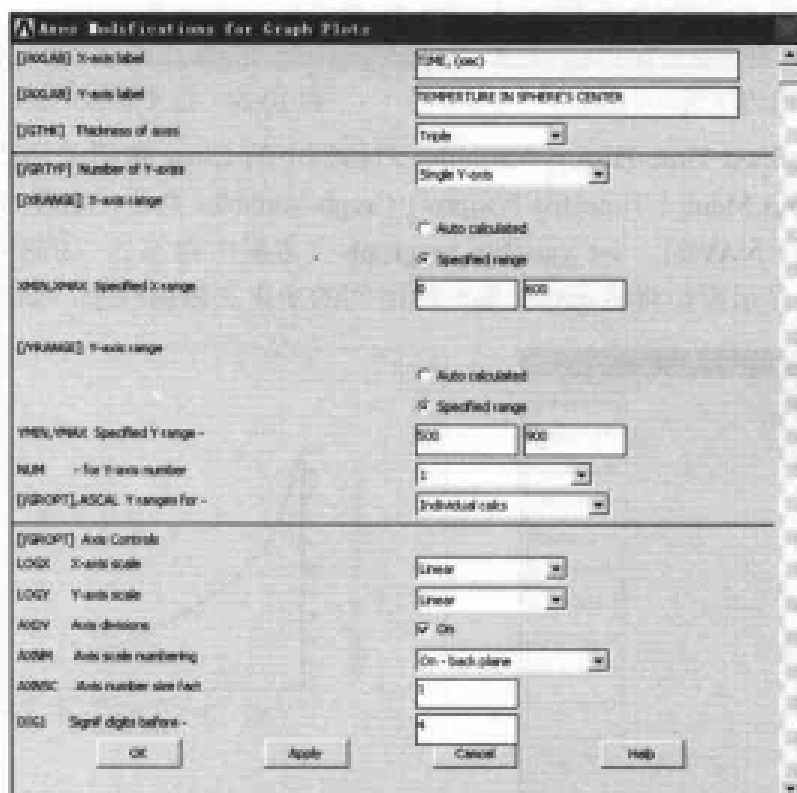

图 10-22 坐标轴设置对话框
(9) 选择 Utility Menu | PlotCtrls | Style | Graphs | Modify Axes 命令, 出现 Axes Modifications for Graph Plots 对话框, 参照图 10-22 对其进行设置, 单击 OK 按钮关闭该对话框。